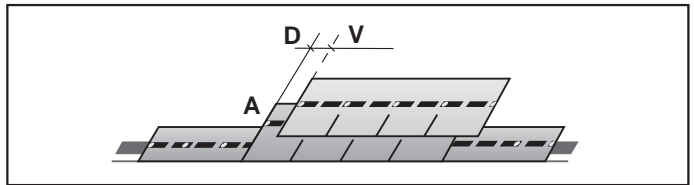

fig. 4
4. La seconda fila si sfalsa di cm 12,5 rispetto alla linea AD (fig. 4).